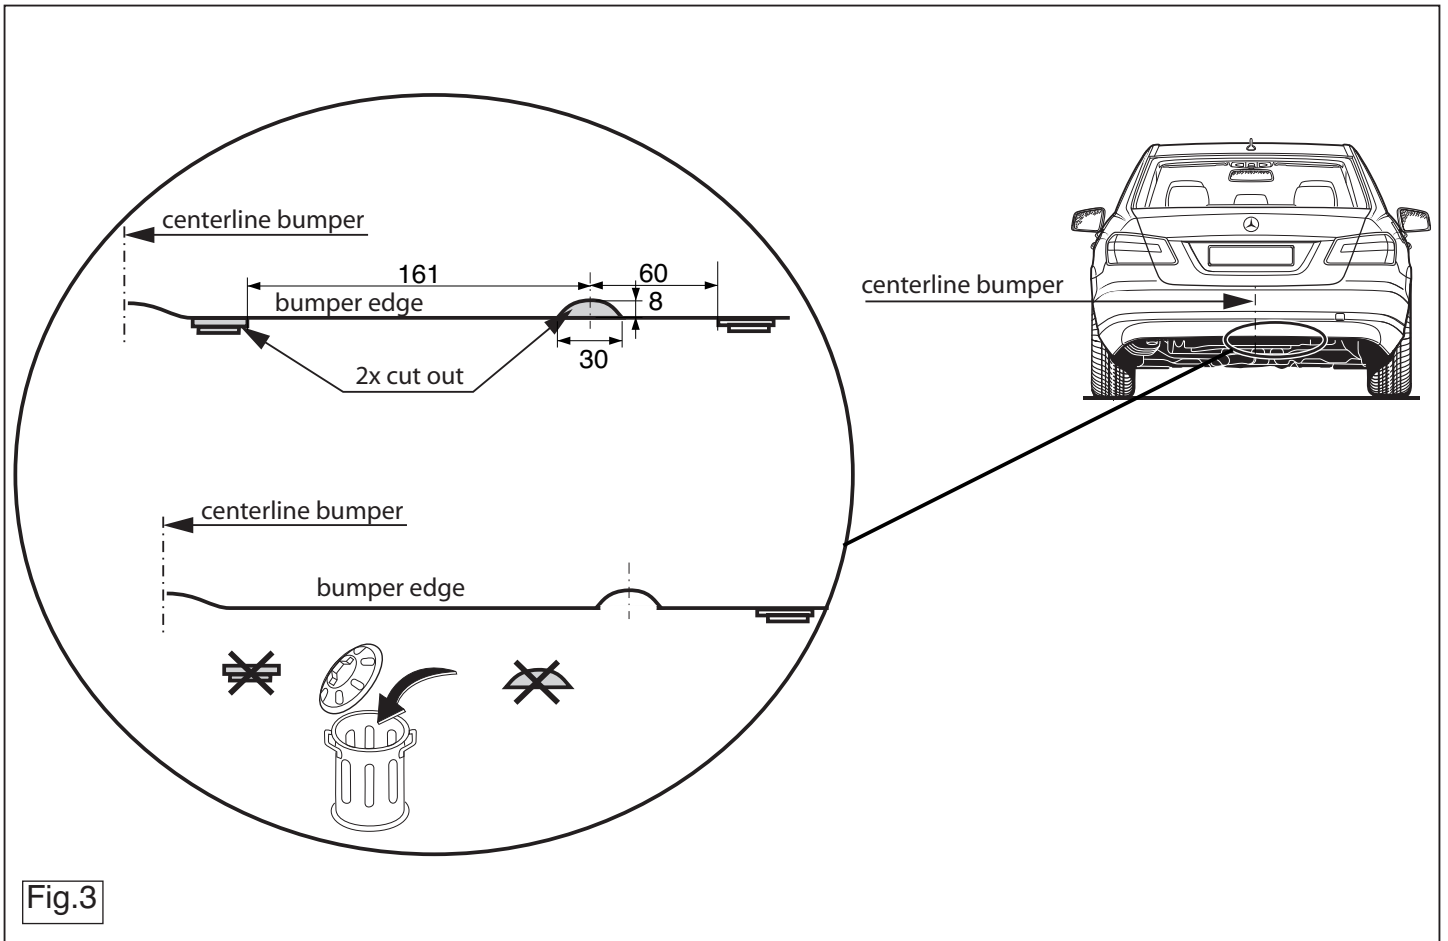

Fig.3
9. Выпилить обозначенные части, как указано на рис. 3.